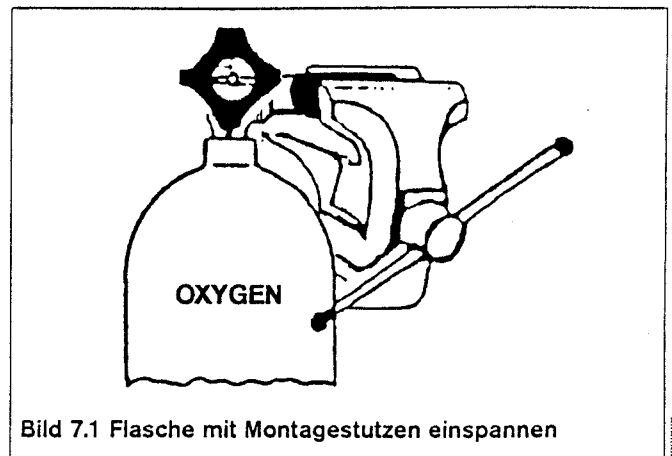

Bild 7.1 Flasche mit Montagestutzen einspannen
- Adapter 200 bar, M24x2 (HH)
- 1 xMontagestutzen M24x2 auf das Gewinde schrauben und ihn fest in den Schraubstock einspannen. Flaschenventil durch 2 Umdrehungen öffnen (Bild 7.1)